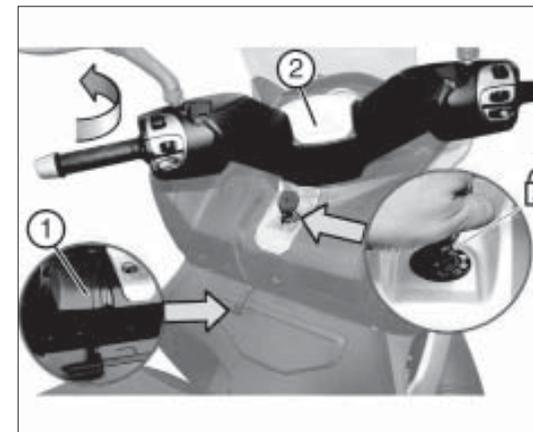

Abb. 8
- mit dem Lenker in gerader Position den Parkhebel 1, Abb. 8, nach unten bewegen;
- den Lenker 2, Abb. 8, nach links drehen;
Der Hebel 1, Abb. 8, bleibt bis zum Lösen der Lenkradsperrung und anschließender Geradeausrichtung des Lenkers in der verriegelten Position.